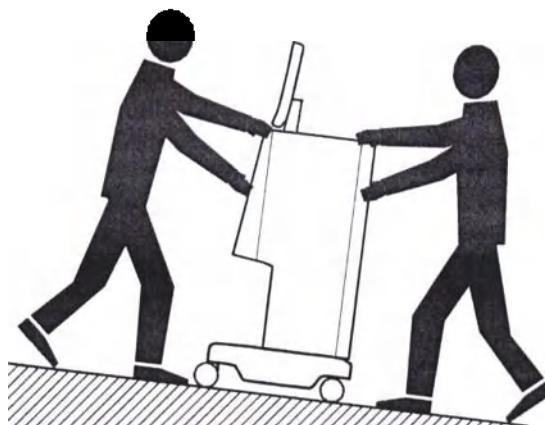

Рис. 4-2 Перемещение аппарата по лестницам и наклонным поверхностям (2 человека)
4. Чтобы переместить аппарат вверх или вниз по лестнице или наклонным поверхностям, требуется 2 человека, как показано на Рис. 4-2.